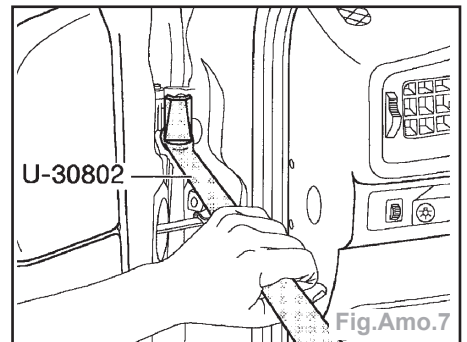

Fig.Amo.7
- Déplacer la porte en se servant des orifices surdimensionnés (avec l'outil U-30802) et régler la cote de la fente (Fig.Amo.7).